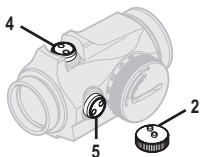

Fig. 3 Justeringslocket
- Justeringslocket (2) eller Verktuget (13A) används för att justera Höjdjusterskruven (4) och Sidojusterskruven (5). De två knopparna på Justeringslocket (2) passar i de två fördjupningarna på Justerskruvorna (4) (5). Se Fig. 3.